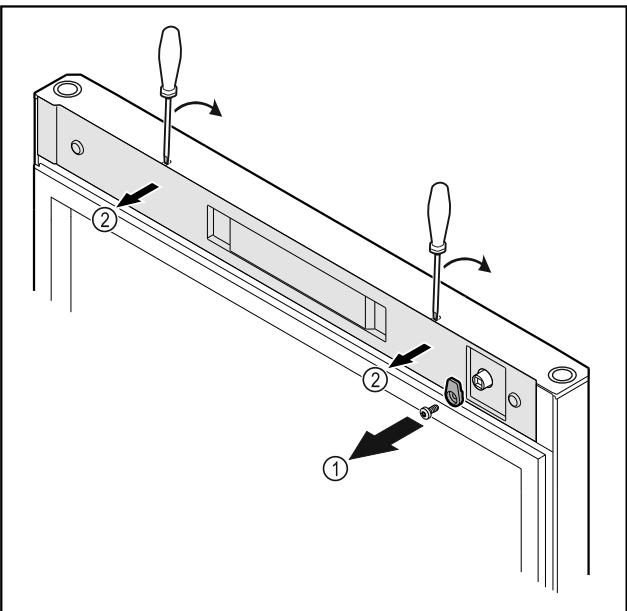

Fig. 20
► Odvrnite kuke za zatvaranje Fig. 20 (1).
► Odvojite poklopac Fig. 20 (2) malim odvijačem i skinite ga.